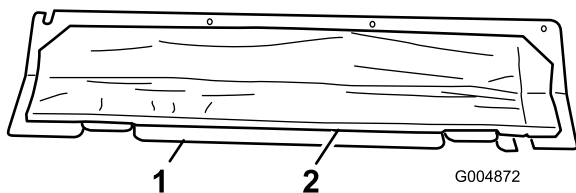

Figura 8
13. Limpie el lado del motor de la cubierta delantera e instale el material autoadhesivo del protector térmico (Figura 8). El material del protector térmico debe fijarse de tal manera que la cubierta pueda reinstalarse sin aprisionar el material del protector térmico entre la cubierta de acceso y el bastidor. No instale el panel en este momento.